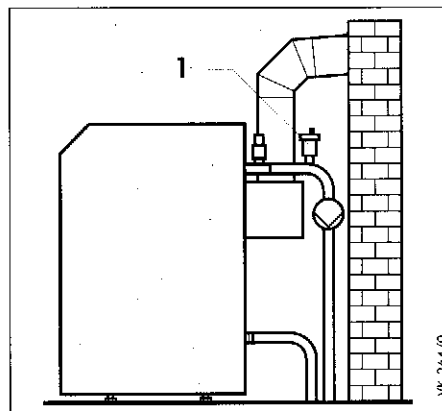

Рис. 5.3 Место установки - чердак
Если подающая и обратная линии прокладываются от газового котла вниз к системе отопления, то на подающей линии необходимо предусмотреть автоматический воздухоотводчик (1) как показано на рис. 5.3. Невыполнение этого указания может вызвать перегрев котла и его последующее аварийное отключение.